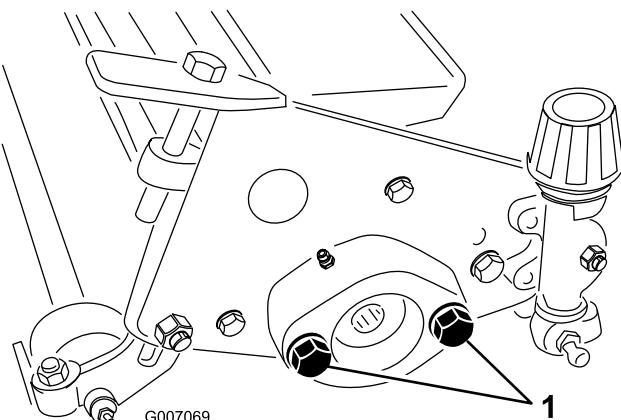

Figure 8
- Ajustez les vis de fixation du moteur d' entraînement de cylindre de sorte à exposer 1/2 pouce environ du filetage de chacune (Figure 8).